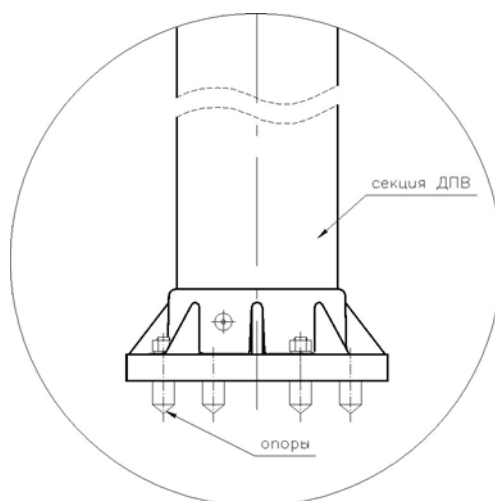

Рисунок 1: Расположение опор ДУ-Б на секции ДПВ
1. На нижнем фланце секции ДПВ (с этой стороны секция не имеет электрического разъема) закрепляют 4 опоры из нержавеющей стали с помощью гаек М6 с соответствующими шайбами и гроверами см. Рис.1.